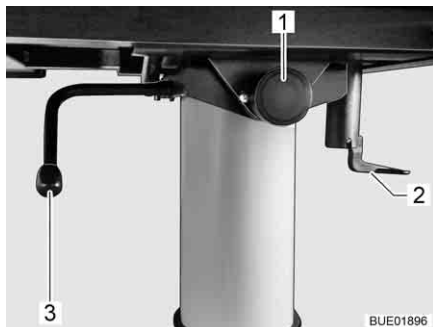

Bild 114 Inställning lyftbord
- För ned låsarmen (Bild 114,2).
- Fäll ned låsarmen (Bild 114,2).
- Dra knappen (Bild 114,1) på låsningen framåt och sväng bordsskivan uppåt.
- Sväng spaken (Bild 114,3) under bordsskivan 180° medurs. Lyftmekanismen i bordsbenet låses upp.
- Sväng spaken (Bild 114,3) under bordsskivan 180° medurs. Bordsskivan åker själv upp till det övre ändläget.